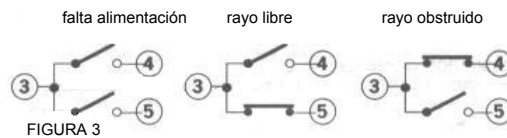

FIGURA 3
3. Conectar los contactos del relé de salida en el receptor según se necesite. La figura 3 ilustra el estado de los contactos del relé.